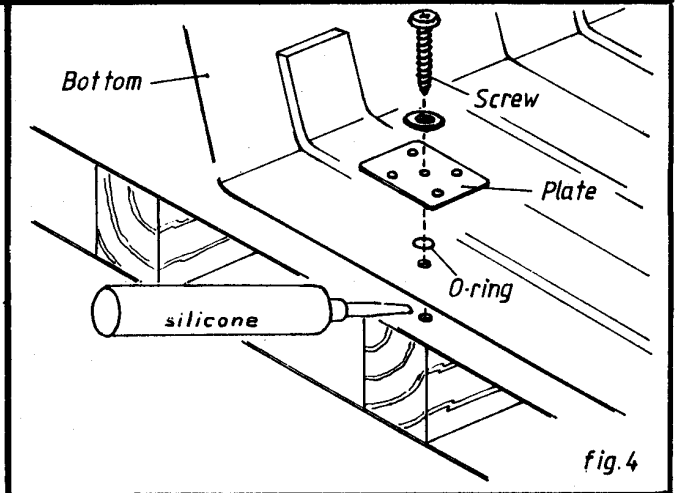

fig. 4
- Vollenden Sie die Montage wie angegeben in Fig.4.
- Fasten the box as shown on fig.4.